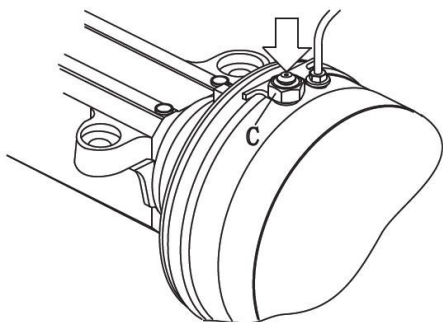

Fig. 5-36 Bujão de purga
Pressione o pedal de freio esquerda, lenta e completamente, para estabelecer a pressão de frenagem. Pressione o pedal de freio e solte-o, afrouxe o bujão de purga de ar ③ meia volta para permitir que o fluido saia (veja a fig. 5-36).